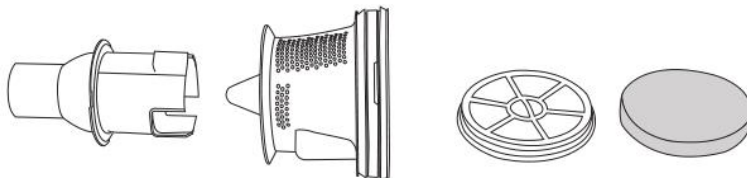

Рис.4
- с нижней стороны поверните раструб против часовой стрелки относительно корпуса и снимите его (Рис.4).